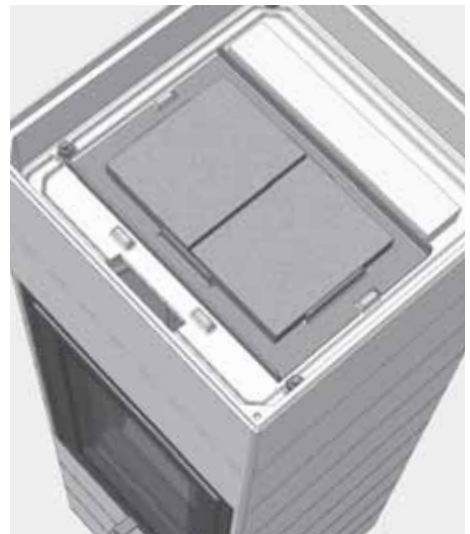

Abb. 3.3 Lage der Katalysatorplatten beim CORNA tec
- auf den Aufnahmerahmen werden die beiden Katalysatorplatten nebeneinander aufgelegt (siehe Abb. 3.3).